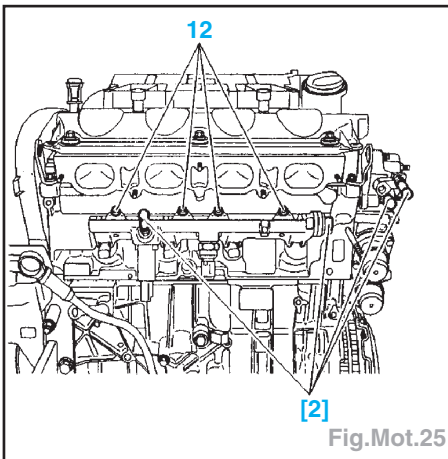

Fig.Mot.25
- Déposer les vis (12) et la rampe en exerçant plusieurs tractions (Fig.Mot.25).